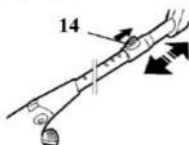

Рис.4
Нажмите и удерживайте кнопку блокировки (14), отрегулируйте ручку на удобной высоте и отпустите кнопку, закрепив тем самым ручку. См. рис.4